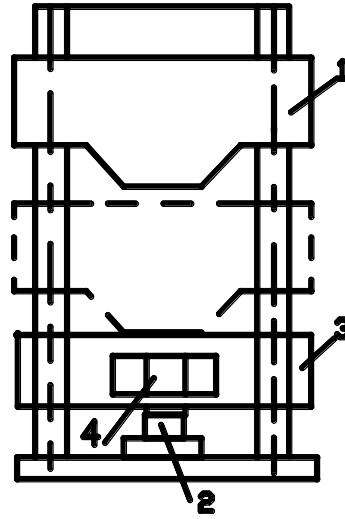

Рис. 1.3. Копр Педжа
Образцы-цилиндры замеряют в диаметре и по высоте ($h=d=2,5 \text{ см}$) и испытывают на копре Педжа (см. рис.1.3), подвергая ударам падающего груза (бабы) весом $G=20 \text{ Н}$ с высоты: при первом ударе -1см, при втором --2 см, затем 3... и т.д. до разрушения образца. Вычисляют работу, затраченную на разрушение образца $A=G(1+2+3...+n)$, где n - число ударов. Ударная вязкость равна отношению работы (A) к объему образца -- $a=A/V_{est}$. Результаты испытаний и расчетов заносят в таблицу 1.6. По числу ударов породы делят на: ударопрочные ($n>16$), средние ($n=8-16$) и слабые ($n<8$).